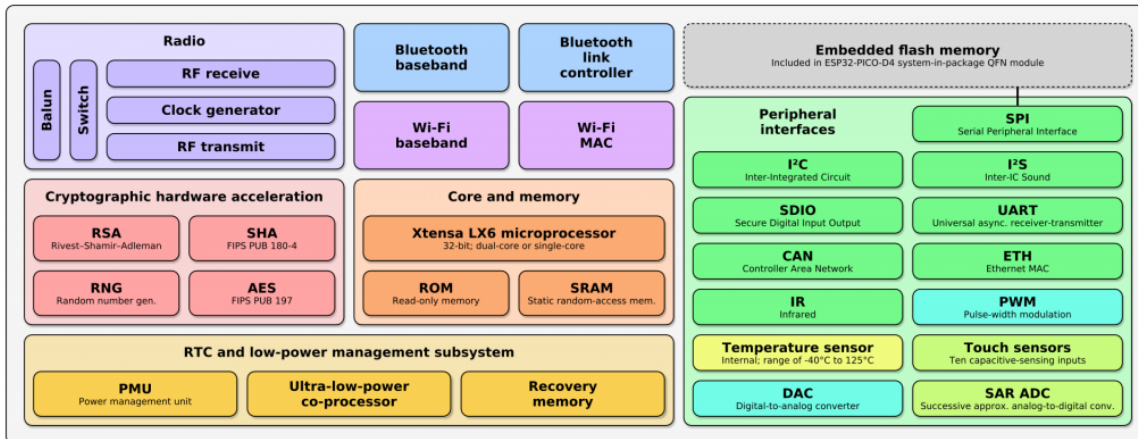

Figura 5 - Diagrama de blocos ativos no modo ativo.
- Modo ativo onde todas as componentes do chip estão ativas, gastando-se normalmente entre 160 a 260 mA podendo ficar a 790 mA se se usar o Wi-Fi e o Bluetooth juntos ao mesmo tempo (Figura 5).